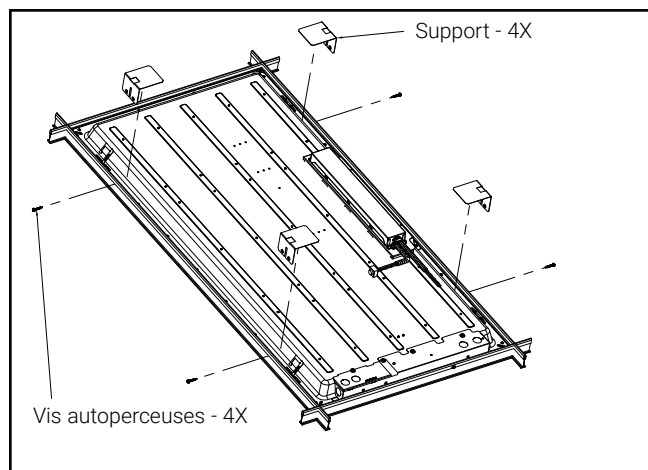

Figure 7.
2. Appuyez sur les supports vers le luminaire et installez les vis autoperceuses incluses. (Fig. 7)